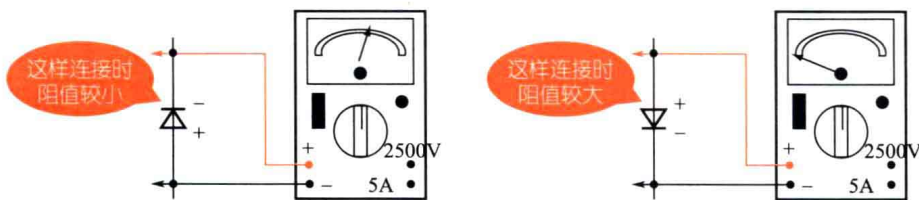

图1-19 二极管管脚极性判别
⑤ 二极管管脚极性判别 二极管是一种具有明显单向导电性或非线性伏安特性的半导体器件。通常小功率锗二极管的正向电阻值为 $300 \sim 500\Omega$, 反向电阻为几十千欧姆; 硅二极管正向电阻约为 $1k\Omega$ 或更大, 反向电阻在 $500k\Omega$ 以上。正反向电阻差值越大越好。
b. 极性判断 用两表笔分别连接二极管两极, 对两次测出的阻值进行比较, 阻值较小时与黑表笔连接的管脚为二极管正极, 因为在万用表的电阻测量电路中, 红表笔端与表内电池负极连接, 黑表笔端与表内电池正极连接, 如图1-19所示。